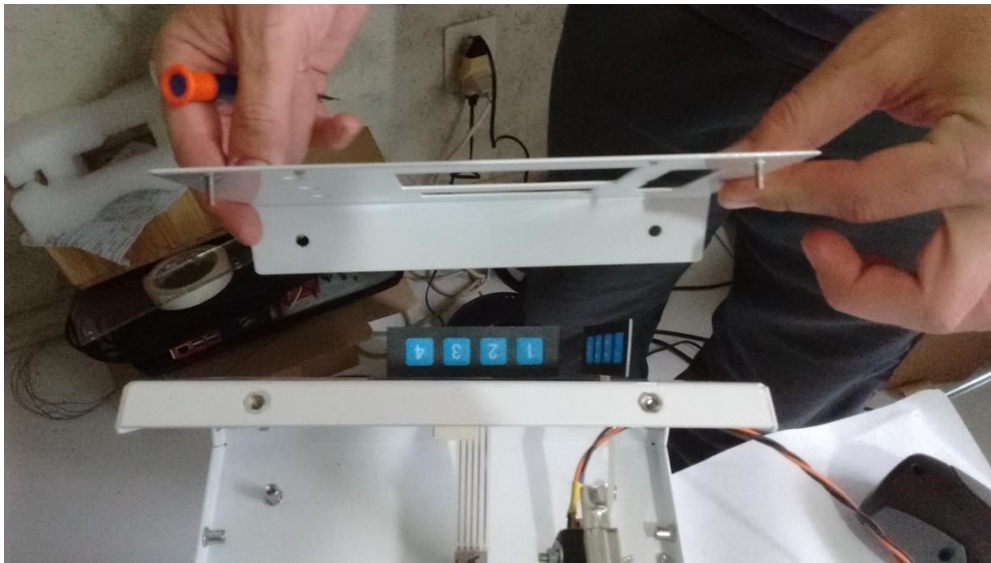

Figura 39 - Inserção dos teclados de membrana com painel frontal removido.
1. Passar conectores dos teclados de membrana conforme Figura 39 e fixar nas posições (colar)